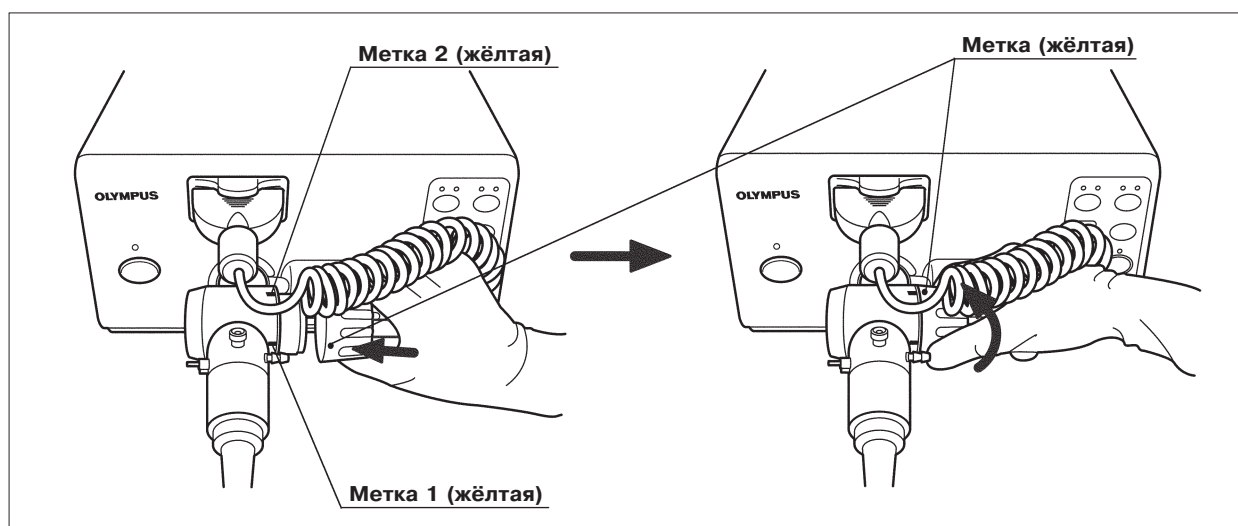

Рис. 3.14
5. Совместите метку на кабеле видеоскопа с меткой 1 на коннекторе эндоскопа и вставьте его внутрь до упора (см. рис. 3.14).
6. Поверните коннектор кабеля видеоскопа по часовой стрелке до упора (см. рис. 3.14).